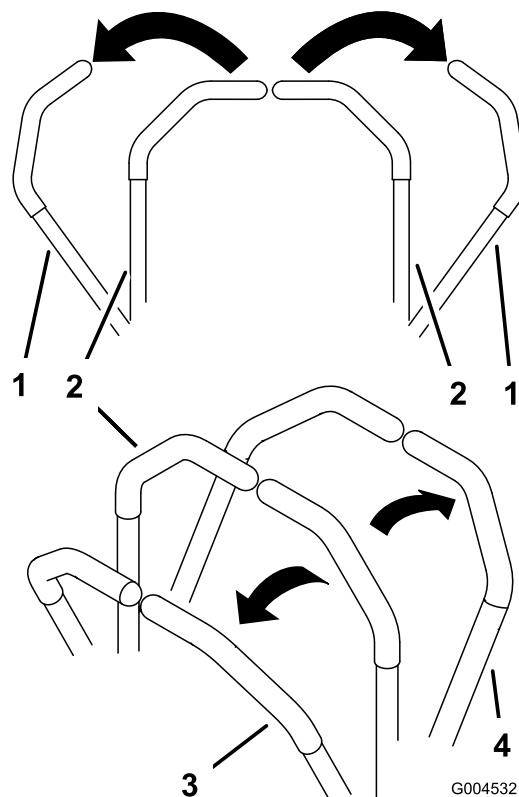

Figura 16
1. Mueva las palancas de control de movimiento hacia fuera (Figura 16) a la posición de bloqueo/punto muerto.
3. Para ir hacia adelante, empuje lentamente las palancas de control de movimiento hacia adelante (Figura 16).
Para ir recto, aplique la misma presión a ambas palancas de control de movimiento (Figura 16).
Para girar, mueva la palanca de control de movimiento hacia punto muerto en el sentido en el que desea girar (Figura 16).
2. Para ir hacia atrás, tire lentamente de las palancas de control de movimiento hacia atrás (Figura 16).
Para girar, deje de empujar la palanca de control de movimiento del lado al que desea girar (Figura 16).